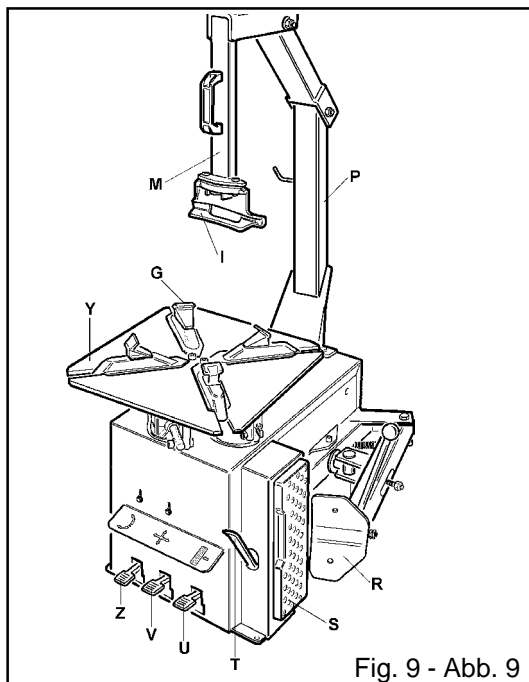

Fig. 9 - Abb. 9
-Reifen an die Gummianschläge auf der rechten Seite des Reifenmontiergerätes (S) anlegen.
-Wulstabdrücker (V) dem Wulst nähern, etwa 1 cm. Luft von Felgenreand lassen (Abb.9) und darauf beachten, daß der Abdrücker fehlerfrei auf den Reifen und nicht auf die Felge wirkt.
-Pedal (U) drücken, und das Abdrückblatt betätigen, loslassen, wenn das Blatt am Laufende angelangt ist.